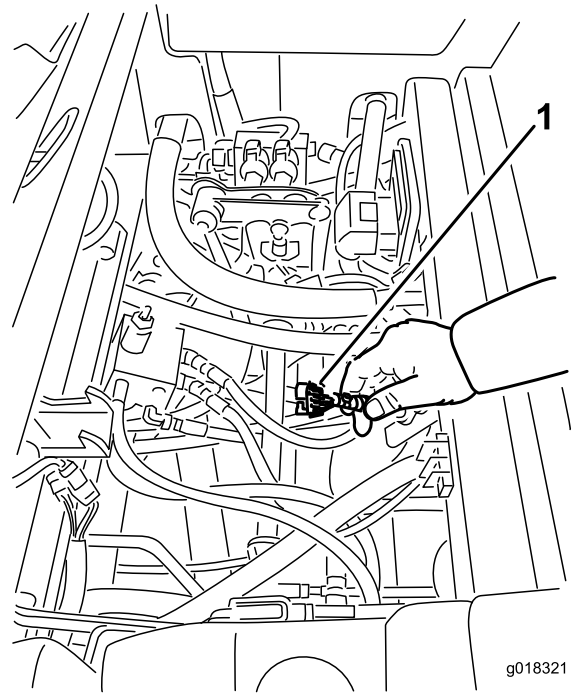

Bild 39
3. Machen Sie den Kabelbaum und die Stecker in der Nähe des Steuergeräts ausfindig (Bild 39).